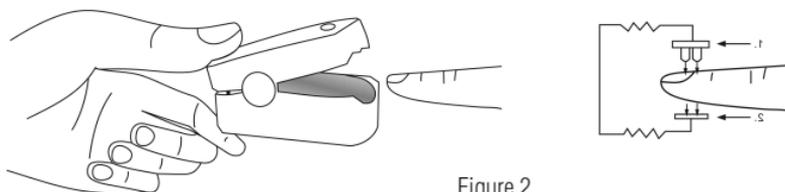

Figure 2
3. Serrez l'extrémité opposée à l'interrupteur d'alimentation entre le pouce et l'index afin d'ouvrir l'appareil. Il y a une surface texturée sur le côté du couvercle de la batterie pour faciliter l'adhérence. (Figure 2)
10. Retirez le doigt du patient de l'appareil en le pressant entre l'index et le pouce comme indiqué sur la figure 2.